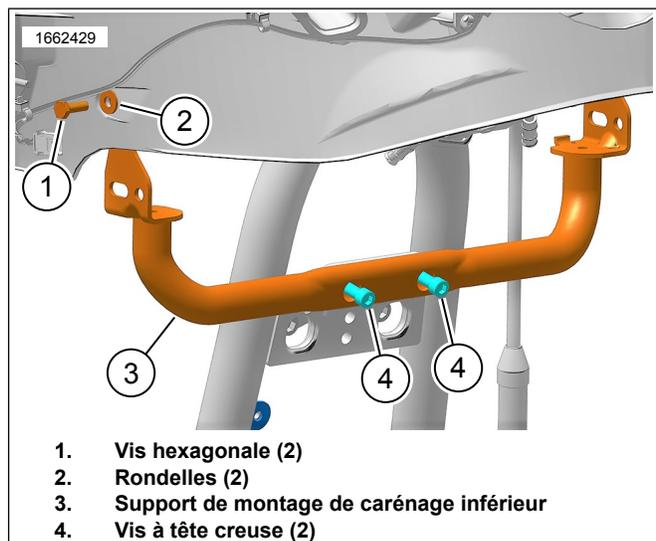

Figure 3. Support de fixation de carénage inférieur d'origine
- a. Voir la Figure 3. Retirer la vis hexagonale (1) et la rondelle (2) des deux côtés du support de fixation de carénage inférieur (3). Conserver la rondelle (2) pour une utilisation ultérieure.
- b. Retirer les vis à tête creuse (4).
- c. Retirer et jeter le support de fixation de carénage inférieur (3).